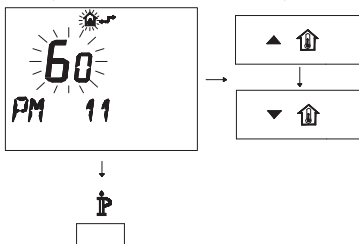

Рисунок 5.40
- Измените заданное значение при помощи кнопки  или  и подождите, пока заданная цифра не начнет мигать (Рисунок 5.40). Каждое изменение в сторону увеличения или уменьшения соответствует 1 секунде.